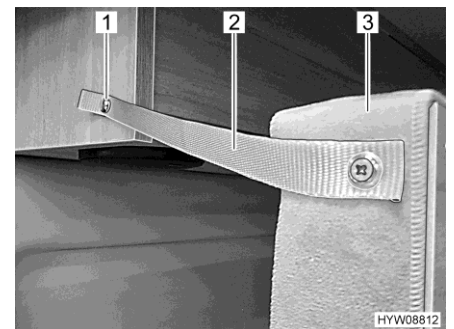

Fig. 63 Retención trasera
- Fijar la cama (Fig. 63,3) en el armario suspendido con la cinta de seguridad (Fig. 63,2) y el botón de presión (Fig. 63,1).
- Soltar el botón de presión (Fig. 63,1) en el armario suspendido.